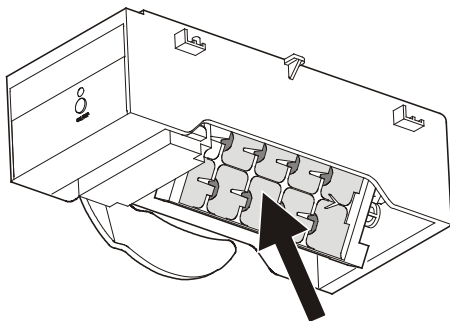

Figura 24
- A continuación, debe vaciarse la bandeja del fabricante de hielo (**Figura 24**). Vea el capítulo "El fabricante de hielo durante las vacaciones" para obtener más información.
Si sale de vacaciones por un período largo, la cubitera del fabricante de hielo (flecha en la **Figura 24**) debe vaciarse.
Al ajustar el fabricante de hielo al estado de vacaciones, la cubitera rotará hacia abajo para que no quede agua (**Figura 24**).
La cubitera del fabricante de hielo rota hacia abajo. Cuando aparece la temperatura interior en la pantalla, la cubitera se encuentra en la posición hacia abajo (**Figura 24**) y el fabricante de hielo se apaga automáticamente.